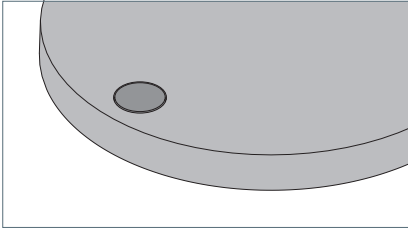

Fig. 3: Knop.
- ▶ Druk kort op de knop, zie Fig. 3.
- ▶ Druk op de knop en houd de knop ingedrukt, zie Fig. 3.
- ▶ Druk op de knop, houd de knop tien seconden ingedrukt tot het armatuur weer begint met regelmatig te knippen, zie Fig. 3.